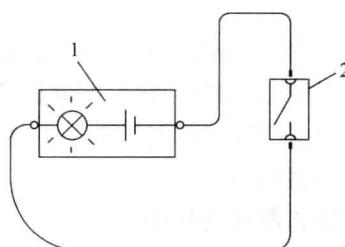

图 1-4 用自备电源测试灯检查开关导通性
(2) 用自备电源测试灯检查开关导通性 用自备电源测试灯检查开关导通性时，接线方法如图 1-4 所示。当开关打开时，测试灯应不亮；当开关闭合时，测试灯应点亮，否则是开关有故障。